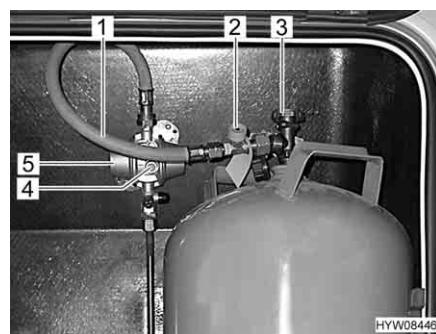

Fig. 34 Raccordo bombola del gas
- Chiudere la valvola principale di arresto (Fig. 34,3) della bombola del gas. Osservare la direzione della freccia.
- Svitare manualmente il tubo del gas (Fig. 34,1), dalla bombola del gas (filettatura sinistrorsa).
- Premere con forza il dispositivo antirottura della tubazione (Fig. 34,2) e tenerlo premuto per ca. 5 secondi.
- Premere con forza il pulsante verde (Fig. 34,4) del regolatore di pressione del gas (Fig. 34,5) e tenerlo premuto per ca. 5 secondi. La sorveglianza della pressione è attivata.